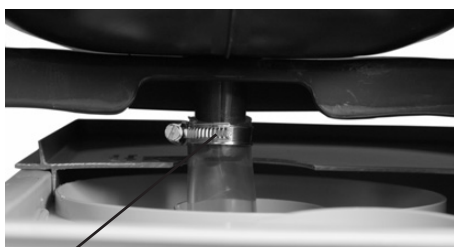

Fig. 15
9. Desserrez le collier de serrage (10, Fig. 15) légèrement et poussez-le vers le haut. Serrez le collier de serrage (la liaison doit être étanche).